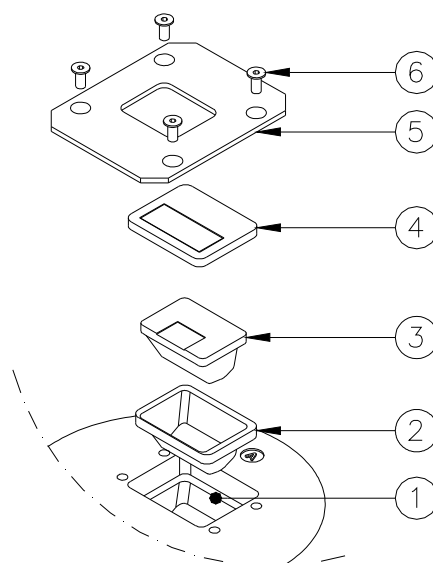

Figura 31 – Guarnizioni del prisma
- guarnizioni prisma montate tra calotta e prisma (Figura 31- n°2).